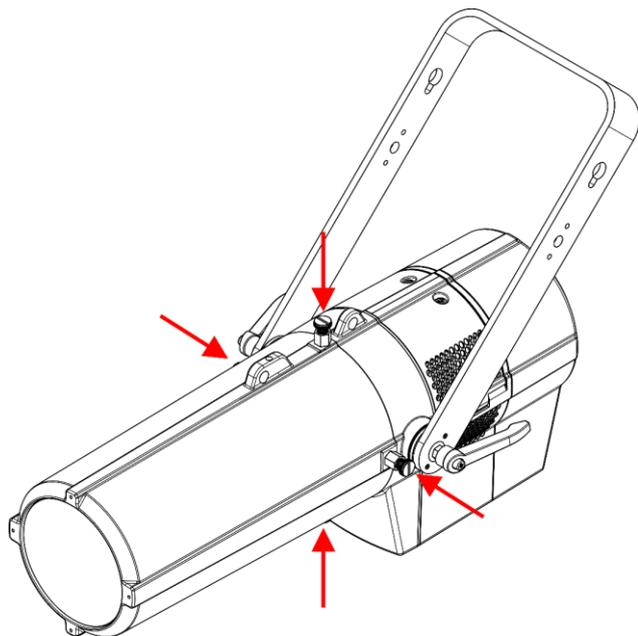
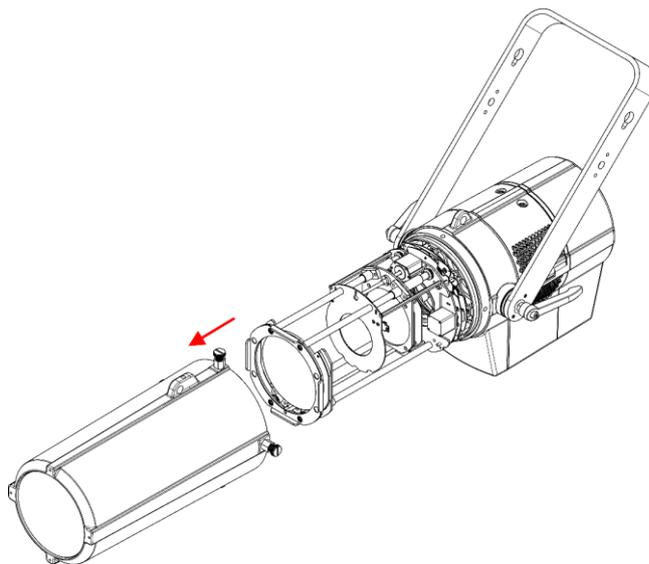

Fig. 07
Fig. 08
01) Afloje los 4 tornillos de montaje de la cubierta (Fig. 07) y extráigala (Fig. 08).